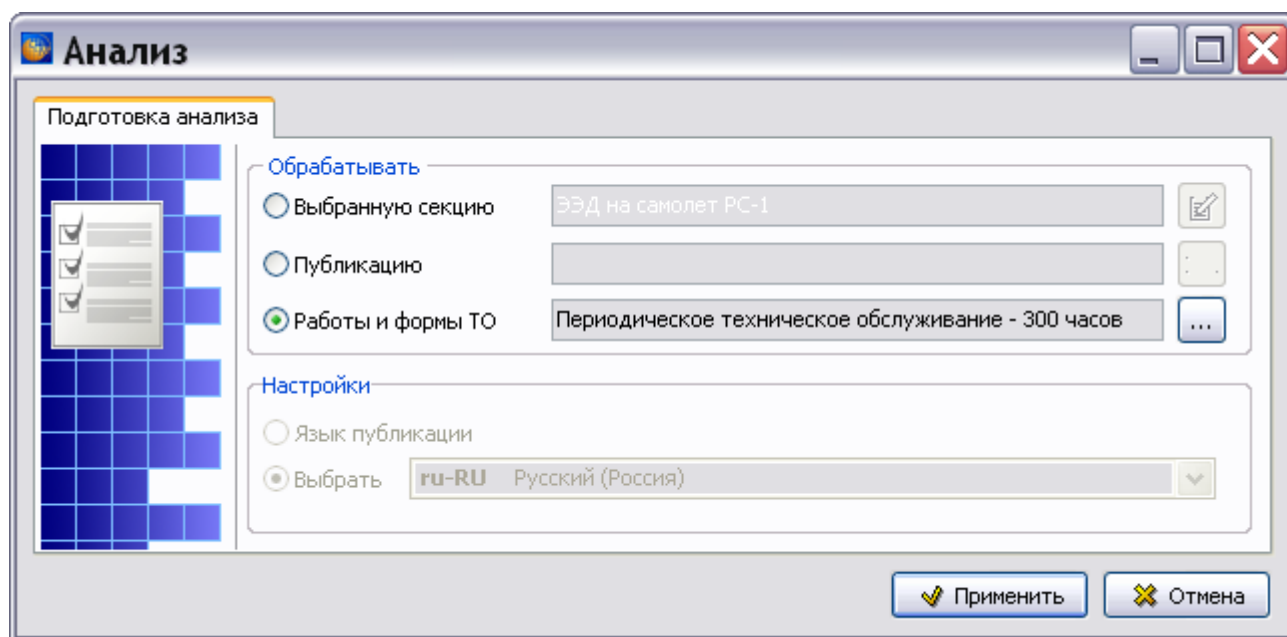

Рис. 21.118
2. Разверните структуру проекта, выделите нужную версию модуля данных форм ТО и нажмите на кнопку **Выбрать**. После этого произойдет возврат в окно **Анализ**, в поле **Работы и формы ТО** будет указано название выбранного модуля данных (Рис. 21.118).